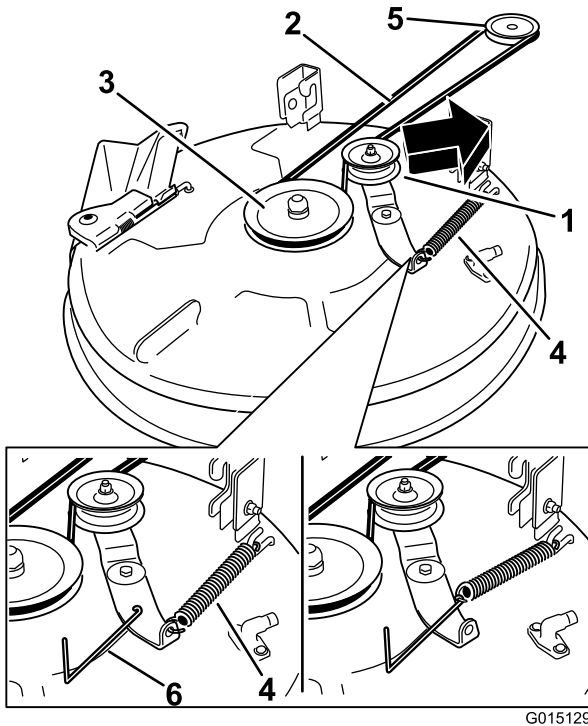

Figura 59
4. Utilizando um removedor de molas (peça Toro n.º 92-5771), remova a mola intermédia do gancho da plataforma para retirar tensão da polia intermédia e role a correia para fora das polias (Figura 59).
5. Coloque a nova correia em redor da polia do motor e nas polias do cortador (Figura 59).
6. Utilizando um removedor de molas (peça Toro n.º 92-5771), instale a mola intermédia por cima do gancho da plataforma para colocar tensão na polia intermédia e na correia do cortador (Figura 59).